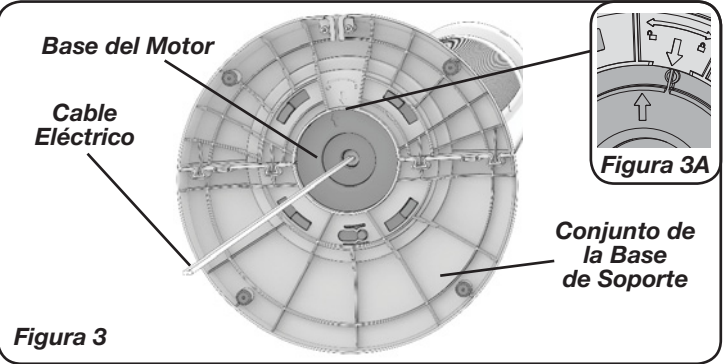

Figura 3
4. Para fijar la **Montura de la Base** de apoyo a la **Base del Motor**, sostenga la base del motor en su lugar mientras gira la **Montura de la Base** de apoyo en el sentido de las agujas del reloj (hacia el símbolo de bloqueo) hasta que deje de girar y encaje en su lugar. (Figura 3 y Figura 3A).